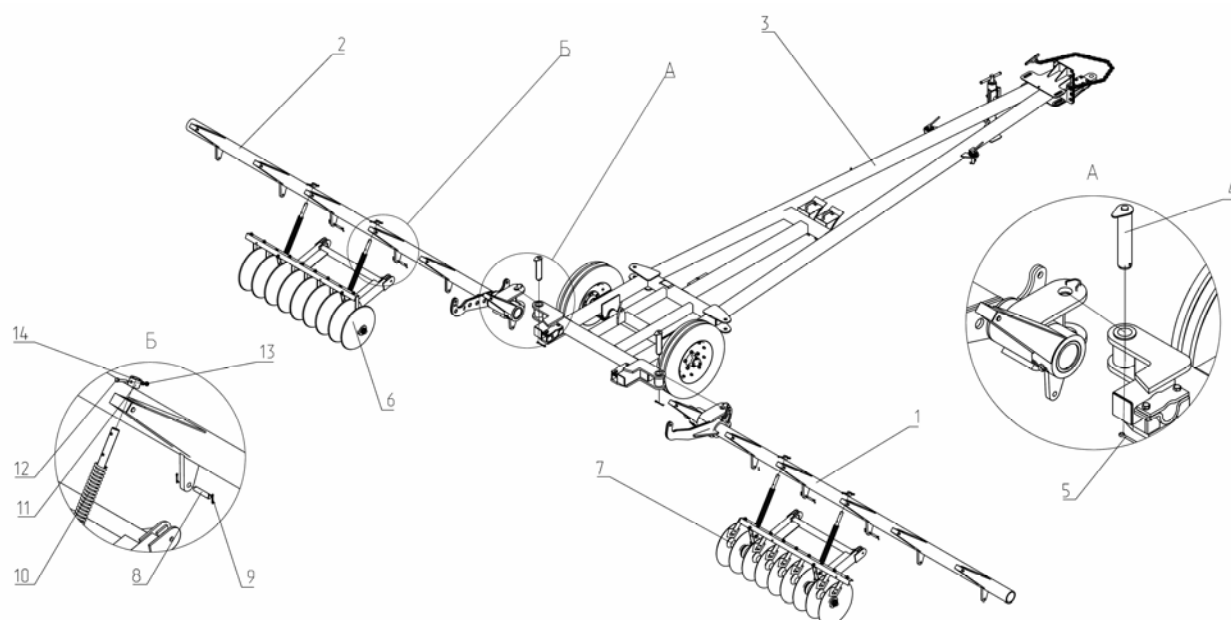

Рис.19 Схема сборки луцильника.
5.5.8. Брус в сборе с колесной парой левой Рис. 19А поз. 2 проушиной одеваем на втулку сницы поз. 3 и фиксируем осью поз. 4 и шплинтом поз. 5. Аналогично собираем брус в сборе с колесной парой правой поз. 1;
5.5.9. Секция в сборе поз. 6 Рис. 19Б одеваем проушинами на кронштейны бруса и фиксируем осями поз. 8 и шплинтами поз. 9;